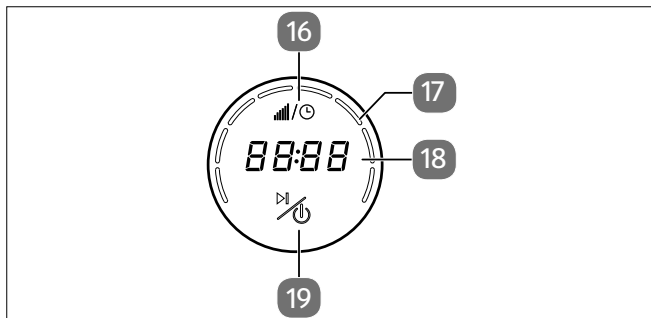

Fig. 3 – Comandi dell'apparecchio/Display
4. Regolatore di velocità (rotazione)/comandi dell'apparecchio/display (vedere Fig. 3)